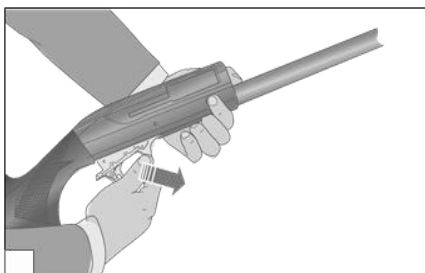

Рис. 24
- нажимая на кнопку затворной задержки и применив небольшое усилие (рис. 24) извлеките УСМ из корпуса ствольной коробки.